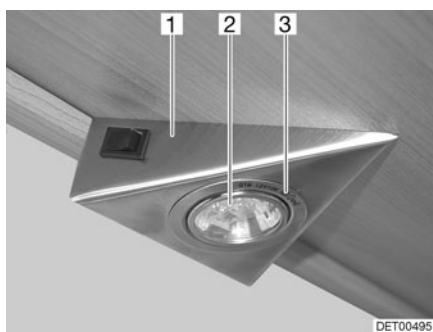

Fig. 253 Lámpara halógena empotrada
La lámpara halógena empotrada está instalada hundida en una carcasa (Fig. 253,1).
- Soltar el anillo de cubierta interior (Fig. 253,3) de la carcasa con un desatornillador.
- Extraer la bombilla halógena (Fig. 253,2).